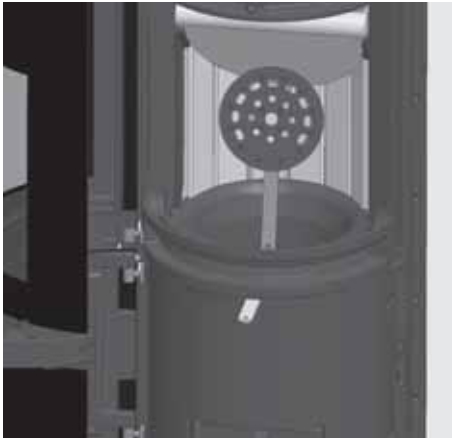

Abb. 4.5 Rüttelrost einsetzen
- Heben Sie nun den Kohlerost in den Brennzylinder - siehe Abb. 4.5 auf Seite 36 - halten Sie den Rost so, dass die Oberseite des Rosts dabei zu Ihnen zeigt, die Bedienstange nach unten zeigt und von hinten am Rost angeschraubt ist,